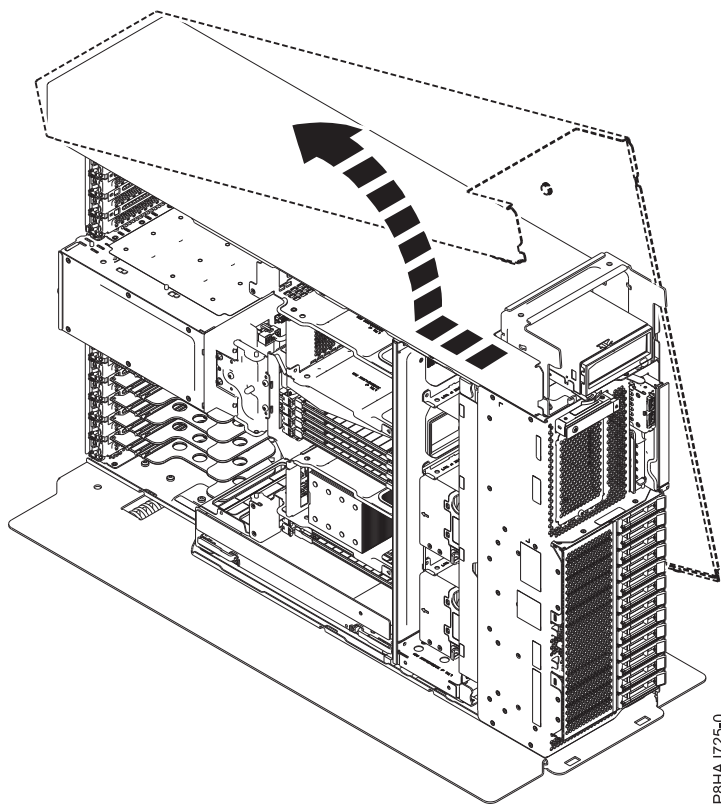

Abbildung 45. Ausbauen der Seitenabdeckung bei einem Standalone-System vom Typ 8286-41A
5. Schieben Sie die Seitenabdeckung in der in Abb. 45 dargestellten Richtung vom System.